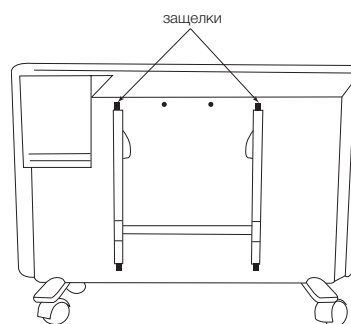

Рис. 4
- нажмите на защелки и потяните кронштейн на себя нажав вниз на две защелки (рис. 4);
защелки (рис. 4) на задней стенке обогревателя, и потяните сам обогреватель вперед. После того, как он будет снят, можно будет вымыть стенку, на которой он был установлен.